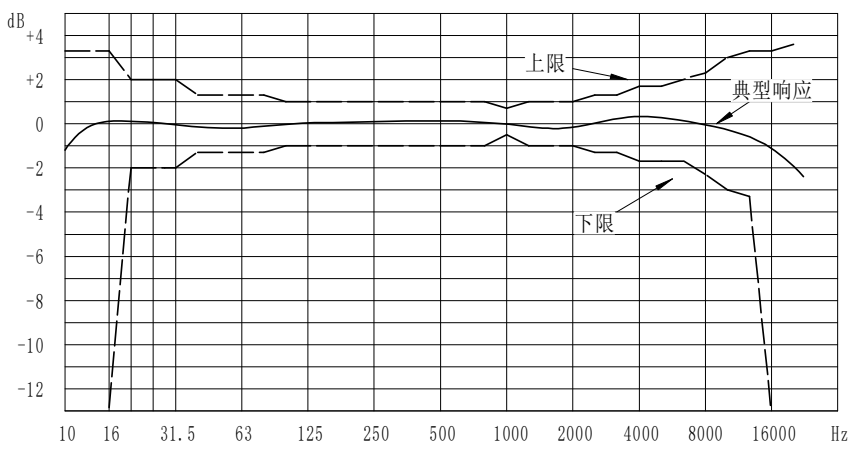

图 1 传声器的典型频率响应
- HY205/HY207 型测量传声器的典型的频率响应见图 1。